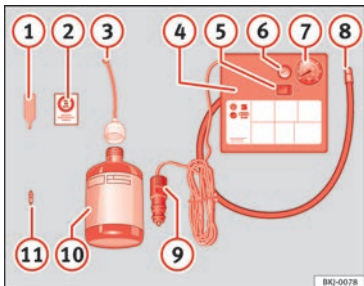

Fig. 61 Représentation standard : contenu du kit anticrevaion.
- Dévissez le capuchon et l'obus de la valve du pneu. Utilisez l'appareil » fig. 61 ① pour extraire l'obus. Placez-le sur une surface propre.
- Agitez fortement la bouteille de produit de colmatage des pneus » fig. 61 ⑩.
- Vissez le tuyau de gonflage » fig. 61 ③ sur la bouteille de produit de colmatage. Le plombage du goulot de la bouteille est automatiquement percé.
- Retirez le bouchon du tuyau de remplissage » fig. 61 ③, puis vissez l'extrémité ouverte du tuyau sur la valve du pneu.
- Placez de nouveau l'obus de valve sur la valve du pneu avec l'outil » fig. 61 ①.
- Vissez le tuyau de gonflage du pneu du compresseur » fig. 61 ⑧ sur la valve du pneu.
- Vérifiez si la vis d'évacuation d'air est serrée » fig. 61 ⑥.
- Branchez le connecteur » fig. 61 ⑨ à une prise de courant de 12 volts du véhicule » page 150.
- Raccordez le compresseur d'air au commutateur ON/OFF » fig. 61 ⑤.